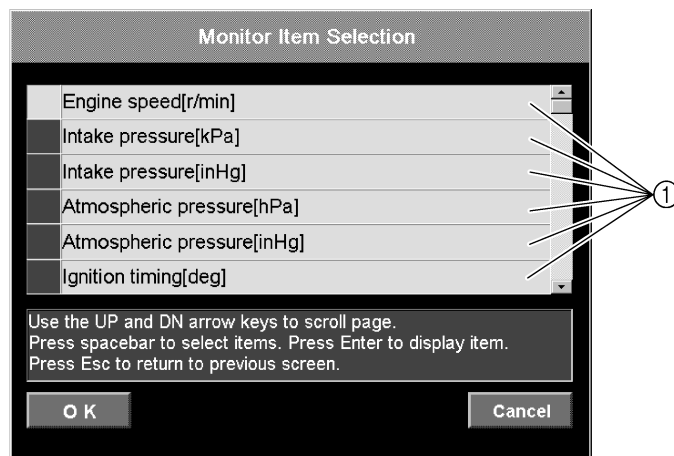

Fig. 38
3. Select an item by either clicking it or pressing the up or down arrow keys on your keyboard, and then press the space bar. (Fig. 38)
4. Click the **OK** button or press the Enter key on your keyboard. The **Engine monitor** window appears. To cancel the monitor, click the **Cancel** button or press the Esc key on your keyboard. (Fig. 38)
3. Sélectionner un élément en cliquant dessus ou en utilisant les touches haut ou bas du clavier, puis appuyer sur la barre d'espace (Fig. 38).
① Eléments sélectionnés
4. Cliquer sur le bouton **OK** ou appuyer sur la touche Entrée du clavier. La fenêtre **Engine monitor** s'affiche. Pour annuler la surveillance, cliquer sur le bouton **Cancel** ou appuyer sur la touche Echap du clavier (Fig. 38).
3. Ein Datenfeld entweder durch Anklicken oder durch Benutzung der Pfeiltasten auf Ihrer Tastatur auswählen und dann die Leertaste drücken. (Abb. 38)
① Ausgewählte Datenfelder
4. Klicken Sie auf **OK** oder drücken Sie die "Enter"-Taste auf Ihrer Tastatur. Das **Engine monitor**-Fenster erscheint. Um den Monitor abzubrechen, klicken Sie auf **Cancel** oder drücken Sie die "Esc"-Taste auf Ihrer Tastatur. (Abb. 38)
3. Seleccione un elemento haciendo clic en él o bien pulsando la flecha arriba o abajo del teclado y luego pulse la barra espaciadora. (Fig. 38)
① Elementos seleccionados
4. Haga clic en el botón **OK** o pulse la tecla Intro en el teclado. Aparece la ventana **Engine monitor**. Para cancelar el monitor, haga clic en el botón **Cancel** o pulse la tecla Esc del teclado. (Fig. 38)